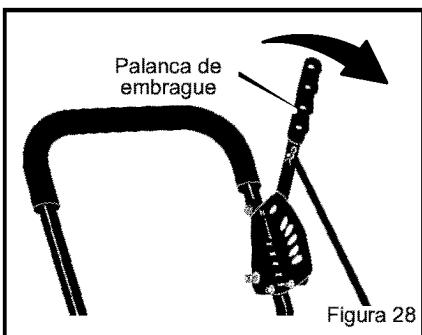

Figura 28
2. Para enganchar la cuchilla, mueva la palanca del embrague hacia adelante (ver la Figura 28).